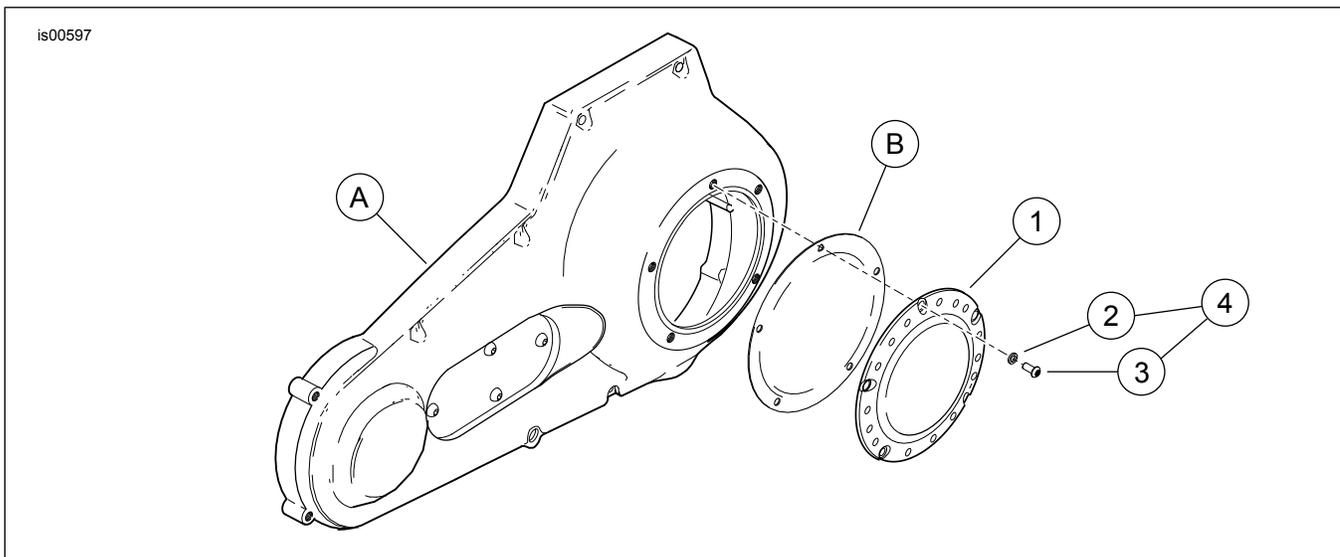

Figure 2. Pièces détachées : kit de couvercle d'inspection d'embrayage billette chromé
Voir la Figure 2 et le Tableau 1.
- b. Voir la Figure 2. Placer une rondelle (2) du kit sur les filets de l'une des **nouvelles** vis (3). Insérer les filets de vis dans le trou de dessus du couvercle d'inspection d'embrayage et la visser avec soin jusqu'au bout dans le trou de forme triangulaire du joint. Ne pas pousser la vis dans le trou.